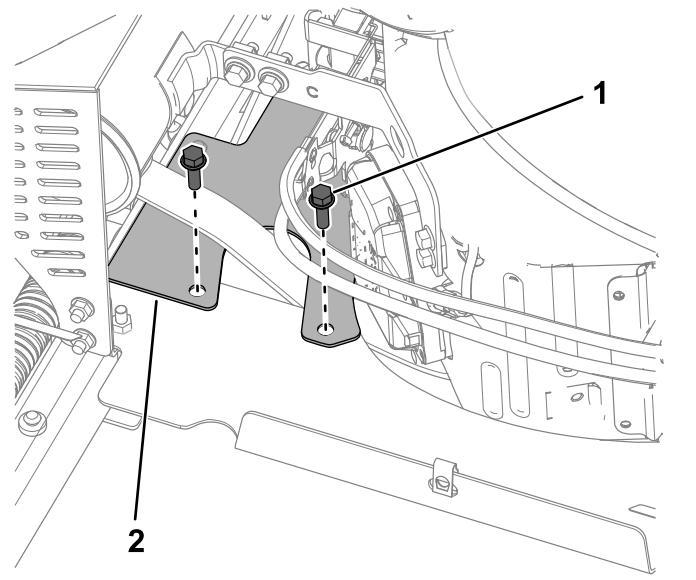

Bild 35
2. Entfernen Sie die beiden Schrauben (5/16" x 1") und die Riemschutzvorrichtung (Bild 35).